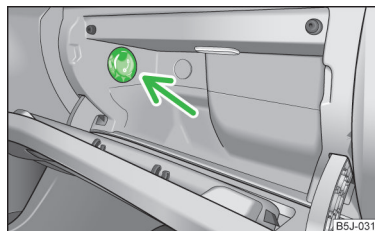

Fig. 68
- La entrada de aire se abre o se cierra con el conmutador giratorio » fig. 68.